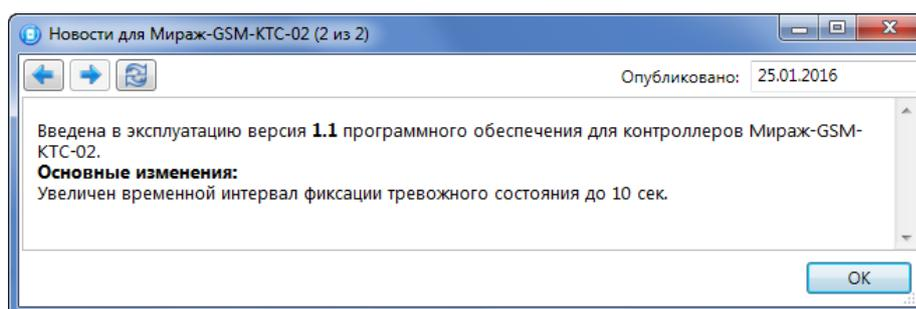

Рисунок 16.9 — Окно «Новости»
3. В открывшемся окне «Настройки» (см. рисунок 16.8) нажмите кнопку . В результате откроется окно «Новости» (см. рисунок 16.9).